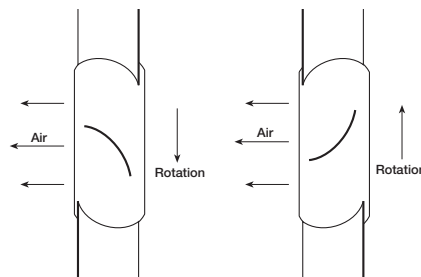
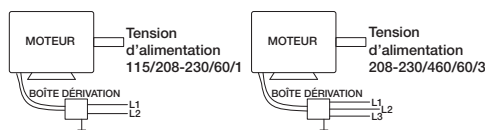

Figure 7 — Sens de rotation
Figure 12 — Schéma de câblage typique
- Vérifier le sens de rotation de l'hélice en mettant brièvement l'appareil en marche. Le sens de rotation doit être celui indiqué sur l'autocollant apposé sur l'appareil ou sur la Figure 7. Sur les installations triphasées, le sens de rotation peut être inversé par l'inversion de deux quelconques des trois fils électriques. Pour les installations monophasées, suivre le schéma de câblage figurant sur le moteur ou voir Figure 12.
- Câbler le moteur pour la tension souhaitée conformément au schéma de câblage figurant sur le moteur ou au schéma de câblage à la Figure 12.
- Démarrer le ventilateur et l'arrêter immédiatement pour vérifier que le sens de rotation de l'hélice correspond à la flèche dans le compartiment du moteur. Voir la Figure 7.